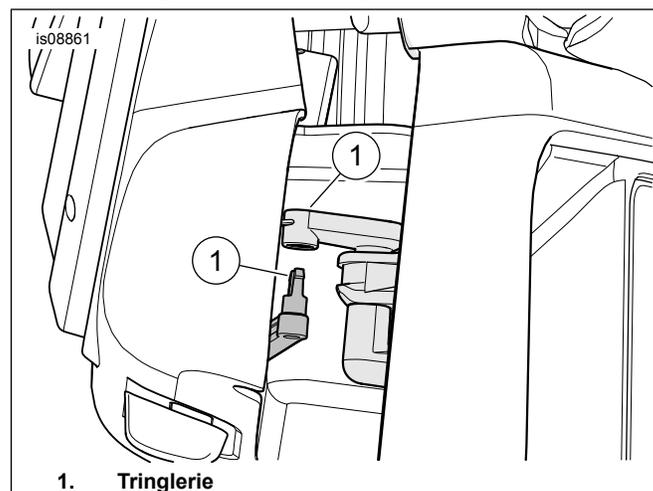

Figure 7. Connexion de la tringlerie
7. Consultez Figure 7 . Placez l'assemblage de l'enceinte. Connectez la tringlerie.